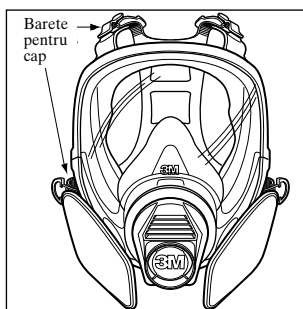

Fig. 1
- 6.1 Desfaceți total toate cele patru barete, apoi plasați harnașamentul în spatele capului și aplicați masca pe față (Fig. 1, 2).